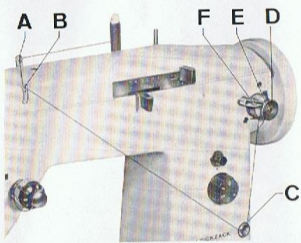

Abb. 5
b) Sodann führt man den Faden von der Garnrolle über die Fadenführungen A + B und die Spulervorspannung C, wie dies auf der Abb. 5 dargestellt ist. Nachdem vorher das Fadenende mehrmals um die Spule D gewickelt wurde, steckt man die Spule so auf den Spuler E,